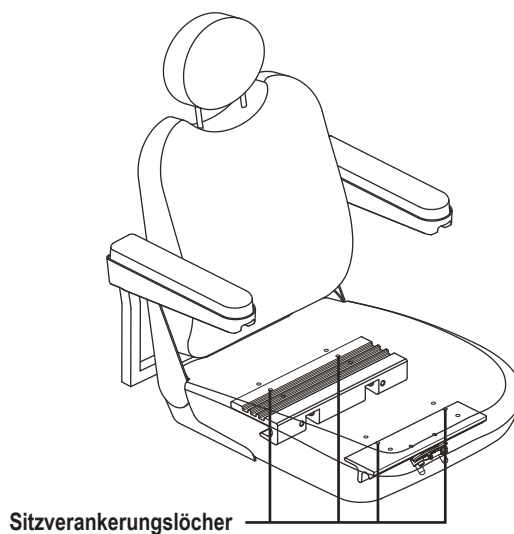

Bild 15. Einstellung der Sitzposition
6. Platzieren Sie die Extrusionen auf anderen Befestigungslöchern. Sie müssen beide Extrusionen um die gleiche Anzahl von Löchern nach vorne oder hinten bewegen. **Siehe Bild 15.**